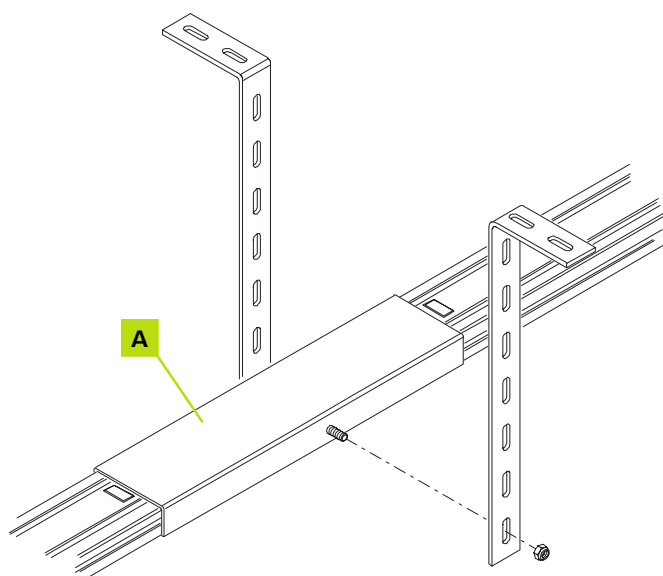

FIG. 15
- 13) Monter les pattes centrales sur le raccord central (fig. 15 réf. A), marquer les points de fixation au plafond, percer (en veillant à protéger le rail de guidage), procéder à la fixation au plafond au moyen des vis spécifiques et des tasseaux correspondants.